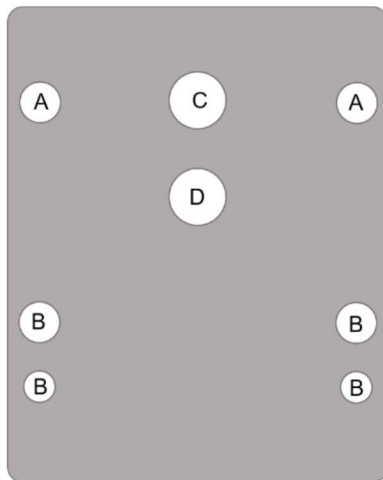
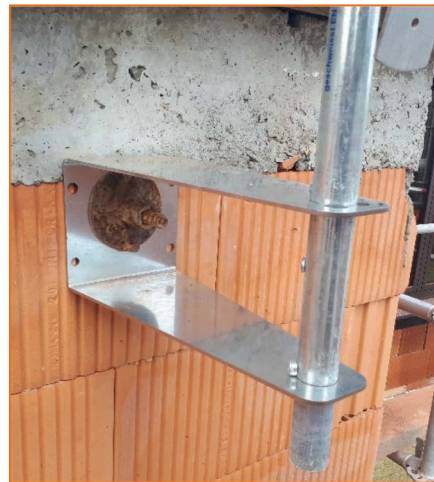

Abbildung 1
Abbildung 2
- Der Bügel wird normalerweise nur dazu verwendet, den Pfosten 30 cm nach außen zu verschieben, um einen Dachüberstand auf einem Flachdach sicher herzustellen. Auch die Traufe kann jetzt sicher fertiggestellt werden. (Außenwand: Mit Crepi bearbeitete Dämmplatte oder wenn die Außenwand nach Fertigstellung des Daches montiert wird) (Abbildung 2)
- 1 Mit Betonschrauben: Setzen Sie 2 Betonschrauben Typ HUS-H8, links und rechts oben ein. Verwenden Sie dazu die Löcher A (Abbildung 1). Platzieren Sie 2 Betonschrauben von 6 oder 8 mm unten. Verwenden Sie dazu 2 der 4 Löcher B links und rechts. Die oberen 2 Schrauben sorgen für Stabilität bei äußerem und seitlichem Druck. Die unteren Schrauben sorgen dafür, dass sich die Halterung nicht verbiegt, wenn der Pfosten nach innen gezogen wird, und dass sich der Pfosten nicht zur Seite bewegen kann.
- 2 Falls Sie eine M16- oder M18-Schraubhülse verwenden, können Sie die Stütze mit einer Schraube und einer Unterlegscheibe befestigen. Verwenden Sie hierfür Loch C (Abbildung 1). Platzieren Sie 2 zusätzliche Betonschrauben an der Unterseite. Verwenden Sie dazu die Löcher B (Abbildung 1). Diese sorgen dafür, dass der Pfosten nicht nach innen gezogen wird und sich auch nicht zur Seite bewegen kann.
- 3 Wenn Sie den Bügel an einer Hohlwand anbringen möchten, müssen Sie ein Loch durch Loch D (Abbildung 1) und die Wand bohren. Der Bügel wird an der Wand verankert, indem eine 16-mm-Ankerstange hindurchgeführt und ein Drehgelenk mit einem Durchmesser von 12 cm an der Innen- und Außenseite festgezogen wird (Abbildung 2).